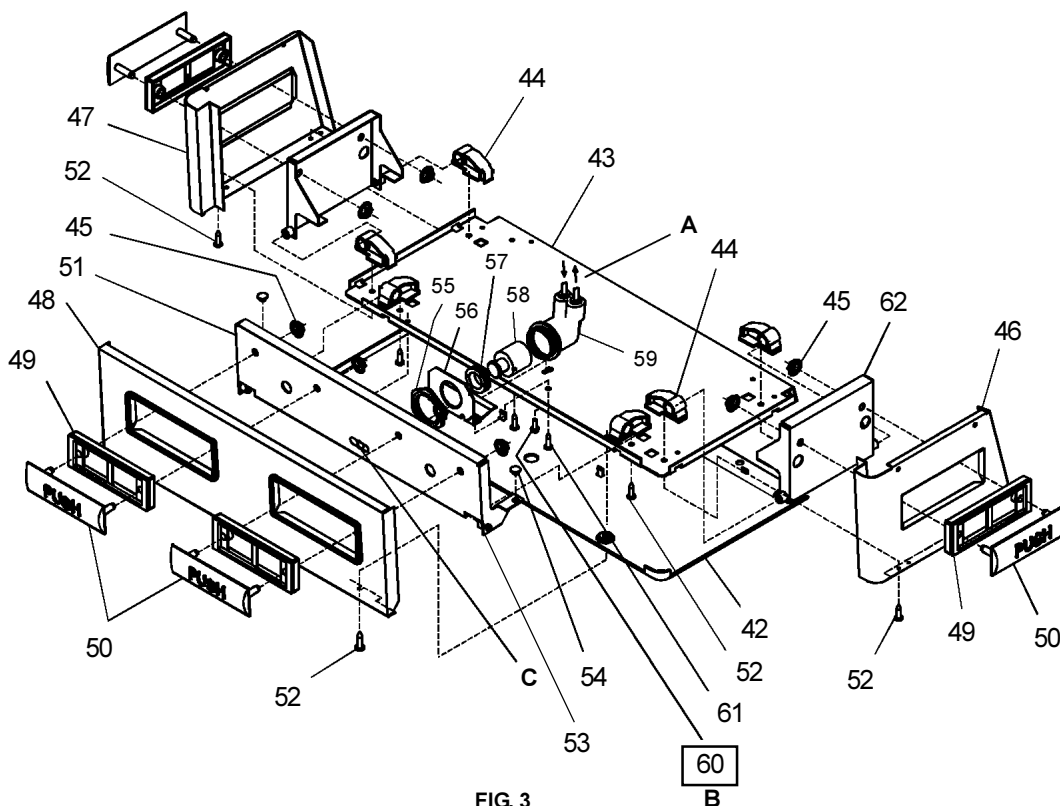

FIG. 3
See Fig. 3 for Push Bar Mechanism
Vea ia Fig. 3 para el Mecanismo de la Barra de Empuje
Voir Fig. 3 pour ie Mechanisme de Barre-poussoir
- 8) Stream height is factory set at 45-50 PSI. If supply pressure varies greatly from this, readjust stream height to approximately 1-1/2" (38mm) above the bubbler guard by turning adjustment screw, accessible by removing front push panel, Item No.48 (see Fig.3 & 5).
- 9) Replace the front panel and secure by re-tightening four (4) screws.
- 8) La altura del chorro se determina en la fábrica a 45-50 PSI. Si la presión del suministro varía demasiado de este valor, reajuste la altura del chorro a aproximadamente 1-1/2" por encima del protector del borboteador dando vuelta al tornillo de ajuste sacando el panel frontal de empuje, Artículos 48 (vea Fig. 3 y 5).
- 9) Vuelva a colocar el panel frontal y asegúrelo apretando nuevamente los cuatro (4) tornillos.
- 8) Le niveau d'écoulement est réglé en usine à 45-50 Lb/po². Si la pression varie beaucoup de ce point, ajustez le niveau à nouveau à environ 1-1/2" (38mm) au-dessus du protège-barboteur en tournant la vis de réglage du régulateur que l'on trouve en retirant le panneau, article 48 (voir fig. 3 et 5).
- 9) Remplacez le panneau avant et fixez le en place en resserrant les quatre (4) vis.